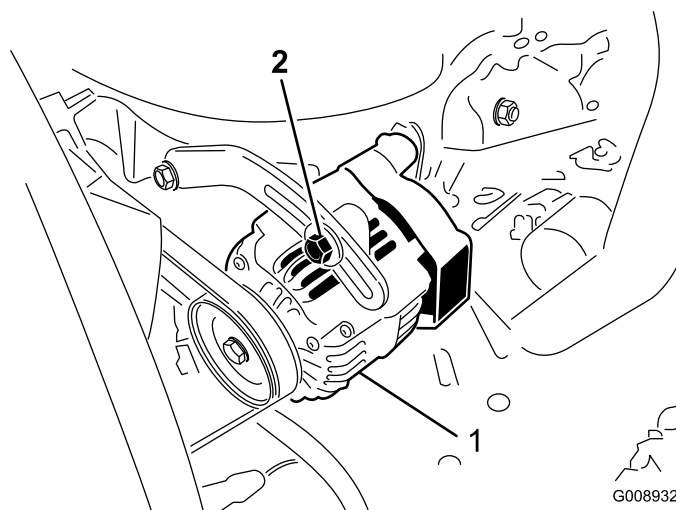

図 49
2. たわみが10mmでない場合には、オルタネータ取り付けボルトをゆるめる 図 49。